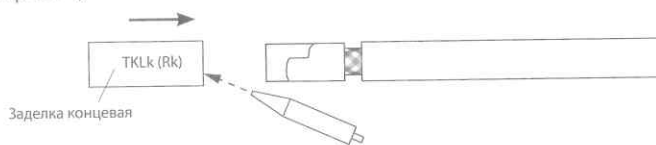

Рис. 11
5.2.4. Заполнить концевую заделку силиконовым клеем-герметиком и надвинуть ее поверх оболочки нагревательной ленты до упора (см. рис. 11).